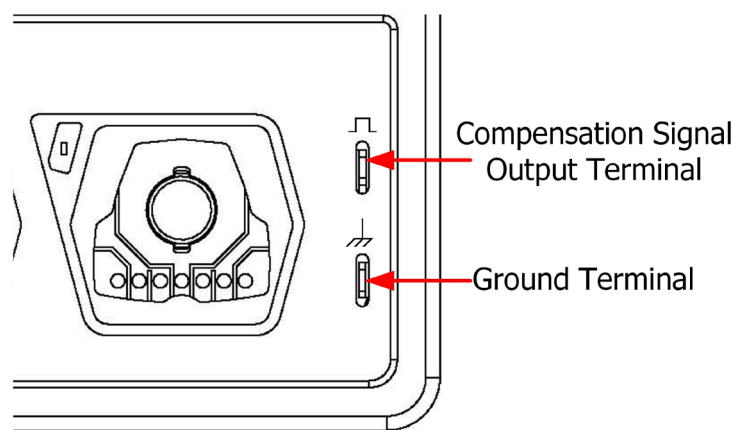

Рисунок 4.7 Использование сигнала компенсации
- 3 С помощью пробника подключите первый канал(CH1) осциллографа и "вывод компенсационного сигнала" пробника, как показано на рис. 4.7 .